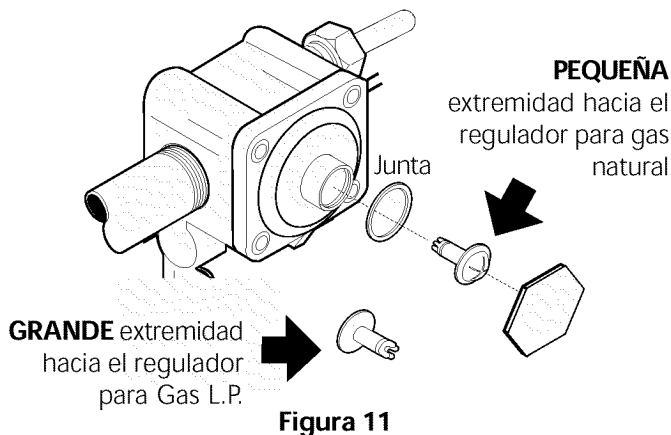

Figura 11
#### Convertir el regulador de presión para que se pueda usar con Gas LP/Propano (vea figura 11)
Localice el regulador de presión en la parte inferior de la pared trasera y modifique como se muestra en la figura 11.
**Convertir la unidad de Gas LP/Propano a Gas Natural, proceda de la siguiente manera (vea figura 11)**